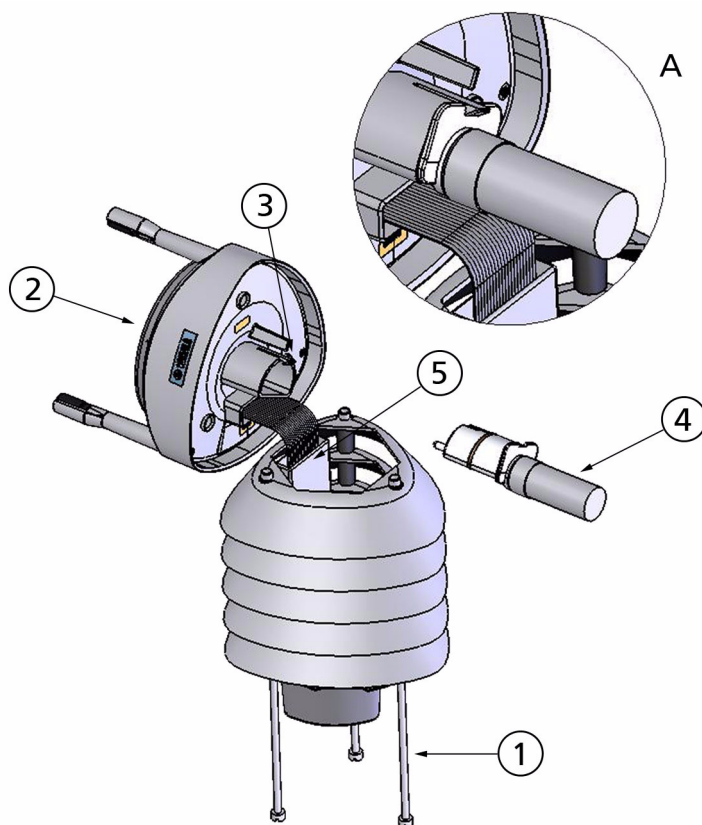

Figure 26 Remplacer le Module PTU
3. Libérez le petit taquet blanc (se reporter à la section A de la Figure 26 à la page 142) et enlevez le module PTU.